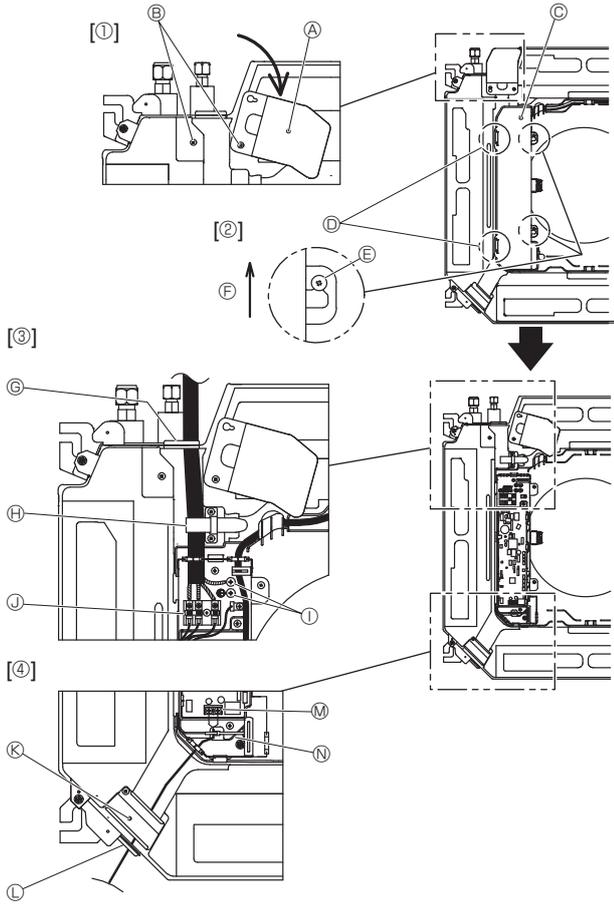
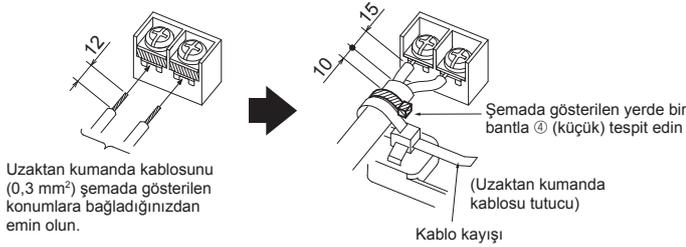

Fig. 6-1
Fig. 6-3
6.1. İç ünite (Fig. 6-1)
- Elektrik kablosu servis panelini sabitleyen iki vidayı sökün ve ardından elektrik kablosu servis panelini çevirin. [Fig. 6-1 ①]
- Elektrikli kutusu kapağını sabitleyen iki vidayı sökün ve ardından elektrik kutusu kapağını kaydırarak çıkarın. [Fig. 6-1 ②]
- Kabloyu, iç/dış ünite bağlantı kablosunu ve toprak kablosunu şemada [Fig. 6-1 ③] verilen kablo girişlerinden geçirin.
- Uzaktan kumanda kablosunu şekilde gösterilen kablo girişlerinden geçirin ve bağlayın. [Fig. 6-1 ④, Fig. 6-3]